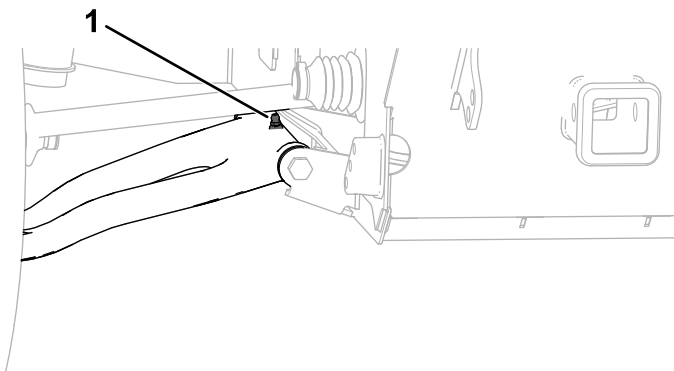

Figura 61
- **Pivotes de brazo de control delantero (2);** consulte la Figura 61